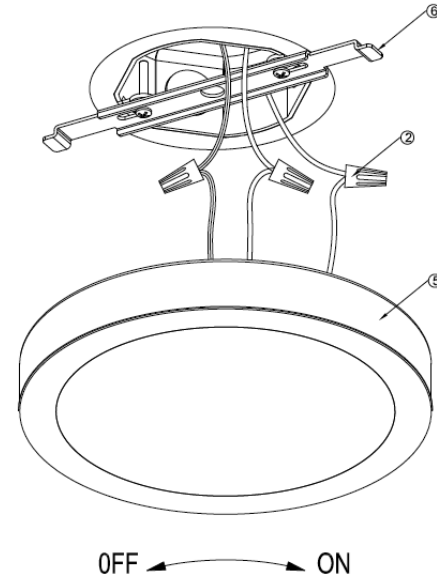

Fig 2
4. Utilice las tuercas de cables (2) para conectar cable verde a cable de fuente de alimentación de cobre verde o desnudo, el cable negro del accesorio al cable negro de suministro de energía y el cable blanco del accesorio al cable blanco de suministro. Consulte la Fig. 2.
5. Levante el equipo (5) hasta el techo, alinee las ranuras de montaje en la parte posterior del equipo (7) con las lengüetas en el soporte de montaje (6). Consulte la Fig. 2.
6. Enganchar ambas ranuras en la parte posterior y en las lengüetas del soporte de montaje (6), luego gire en sentido horario hasta que el equipo se detenga.
4. Use Wirenuts (2) to connect fixture wires and power supply: copper/green wire to copper wire, black wire to black wire, and white wire to white wire. See Fig. 2.
5. Lift fixture (5) up to the ceiling, and push wires up into junction box, then align mounting slots on back of the fixture (7) with tabs on the Mounting Bracket (6). See Fig. 2.
6. Engage 2 slots on back of fixture and 2 tabs of mounting bracket (6), and rotate clockwise until fixture is stopped.
4. Utilisez le capuchon de connexion (2) pour raccorder le fil vert au fil d'alimentation en cuivre vert ou nu, le câble noir du luminaire au câble d'alimentation noir et le câble blanc du luminaire au câble d'alimentation blanc. Voir Fig. 2.
5. Soulever le luminaire (5) jusqu'au plafond pour aligner les fentes de montage (7) de l'arrière du luminaire avec les languettes sur le support de montage (6). Voir Fig. 2.
6. Engager les deux fentes à l'arrière du luminaire et les languettes du support de montage (6), puis tourner dans le sens horaire jusqu'à ce que le luminaire s'arrête.